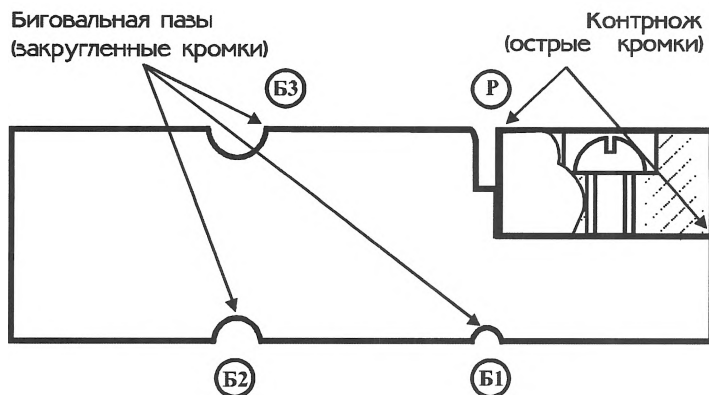

Рис. 2. Матрица
3. Матрица (рис. 2) имеет 2 паза с одной стороны и 2 с другой:
**- Замените нож или переверните контрнож на запасную кромку см. рис. 2.**